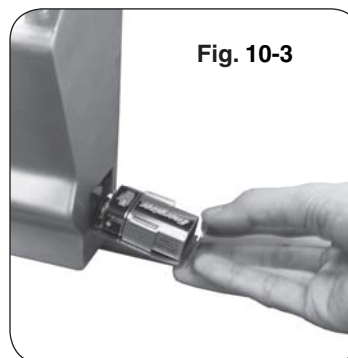

Fig. 10-2 - Éclairage manuel
**ATTENTION:** Attendez toujours cinq (5) minutes le gaz pour se dégager après que n'importe quelle tentative non réussie d'éclairage.
2. Insérez un allumeur brûlant de butane de long-baril, une allumette brûlante de long-tige, ou une allumette brûlante tenue par un support de prolongation de fil par la grille à cuire s'ouvrant au brûleur (fig. 10-2). Tenez la flamme contre le bord du brûleur.
4. Si le brûleur ne s'allume pas, enfoncez immédiatement le bouton et tournez la valve à AU LOIN. ATTENDEZ CINQ (5) MINUTES avant de répéter les étapes 2 à 4 des instructions manuelles d'éclairage.